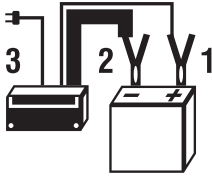

Fig. 2 – Secuencia para conectar el cargador
- c. Conecte la pinza roja del cargador al polo positivo de la batería (posición 1 de la Fig. 2).
- d. Conecte la pinza negra del cargador al polo negativo de la batería (posición 2 de la Fig. 2).
e. Enchufe el tomacorriente (posición 3 de la Fig. 2).